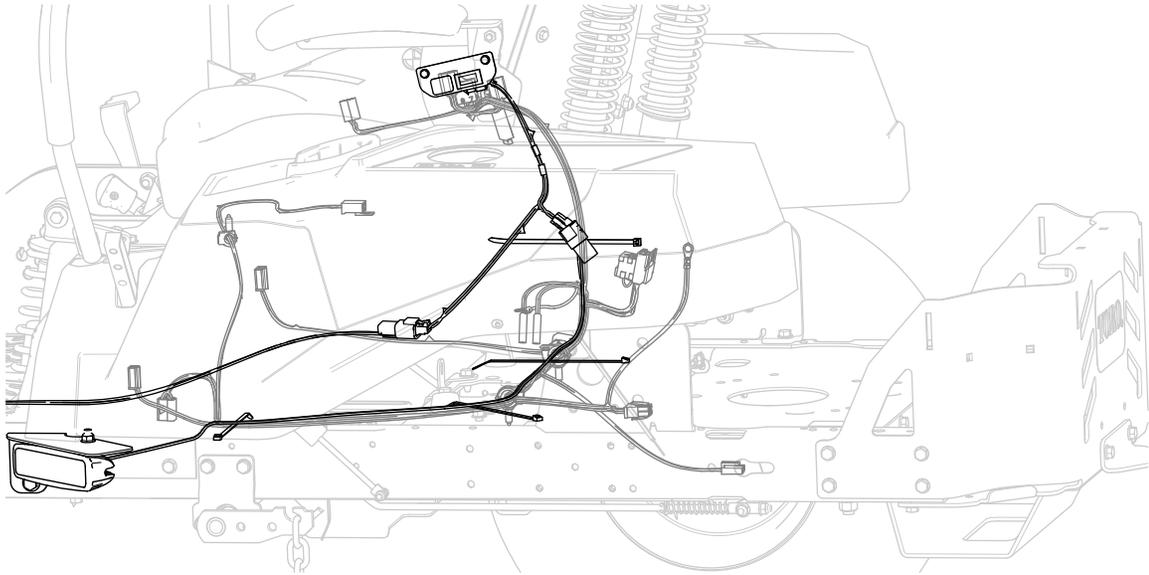
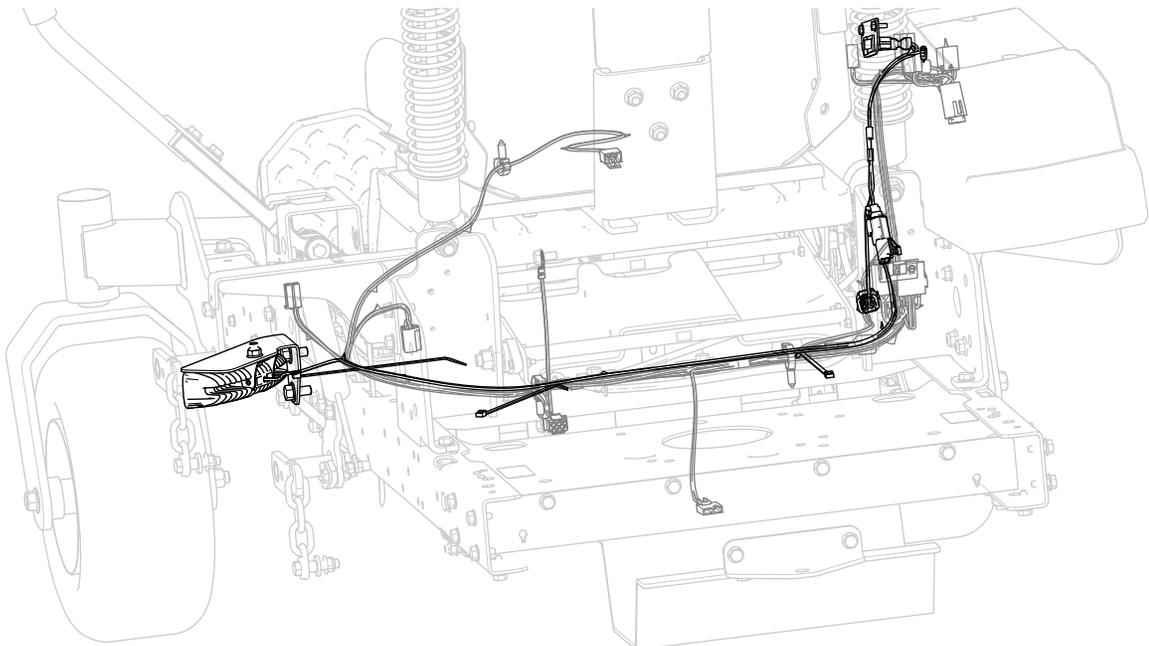

Figura 9
Figura 10
1. Iniziando dal lato sinistro della macchina, disponete il cablaggio preassemblato vicino al serbatoio del carburante, lungo il cablaggio preassemblato principale della macchina (Figura 9).
2. Fate quindi passare il cablaggio preassemblato sotto la piastra del sedile, dirigendolo verso i comandi (Figura 10).
3. Continuate a disporre il cablaggio preassemblato dirigendolo verso i comandi (Figura 10).
4. Fissate il cablaggio preassemblato al cablaggio preassemblato principale della macchina con 4 fascette per cavi, come illustrato in Figura 9 e Figura 10.
5. Collegate il cavo preassemblato della luce laterale al relativo connettore sul cablaggio preassemblato del kit luci (Figura 10).